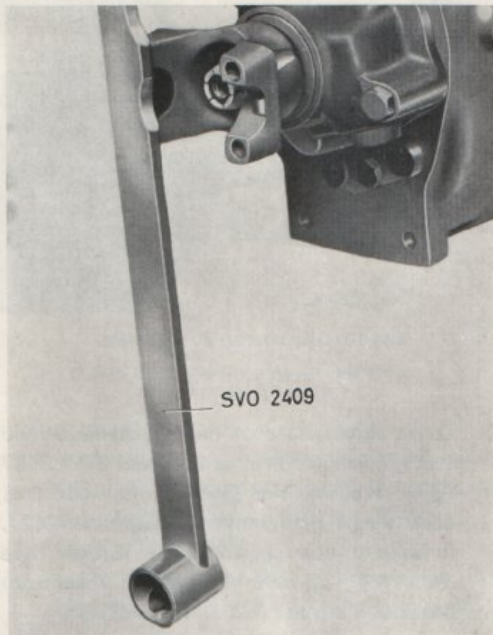

Bild 11. Mothåll för medbringare.
2. Lossa muttern för medbringaren. Använd därvid nyckel SVO 2409 som mothåll, se bild 11. Drag av medbringaren. Använd avdragare SVO 2261 för runda och SVO 2262 för övriga medbringare, se bild 12 och 13.